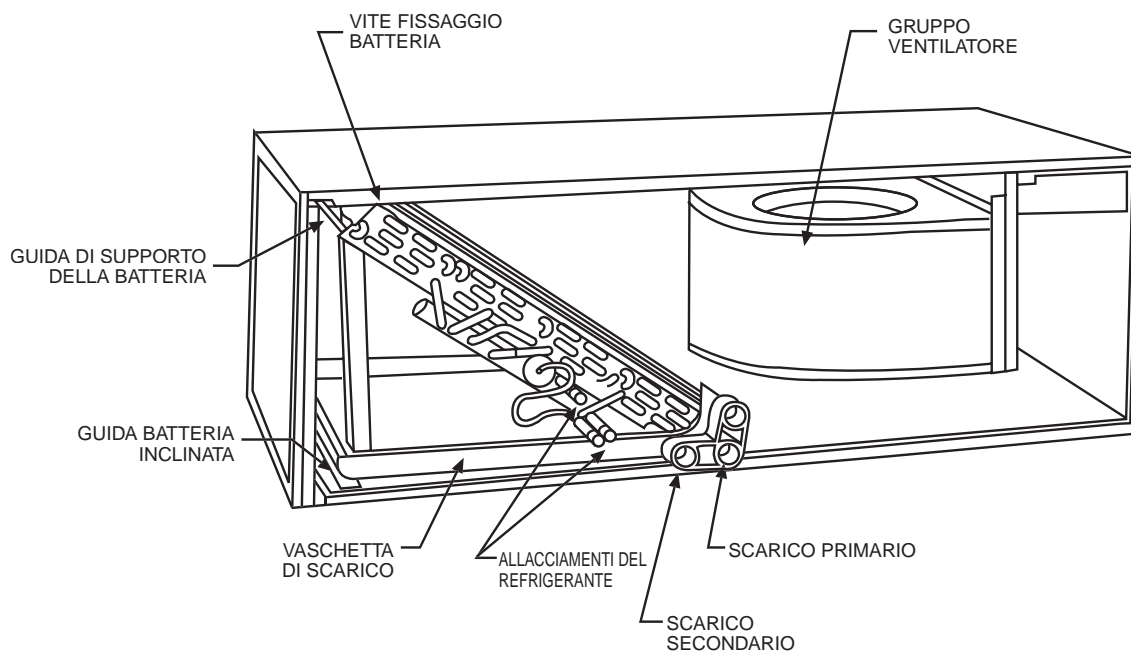

Fig. 3 - Conversione per applicazioni orizzontali a destra con batteria inclinata
1. Rimuovere i pannelli di accesso al ventilatore ed alla batteria oltre al pannello di accesso (Fig. 3).
4. Installare il ventilconvettore sul lato destro e reinstallare il gruppo della batteria con la bacinella di raccolta della condensa in basso (Fig. 3).